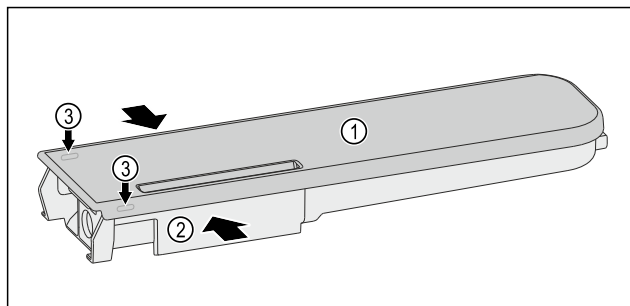

Fig. 151
- Wasserbehälter Fig. 151 (2) zusammendrücken und Deckel Fig. 151 (1) vorsichtig über die Rastnasen Fig. 151 (3) hebeln und hochziehen.
- Deckel Fig. 151 (1) leicht hin- und herbewegen und nach oben entnehmen.